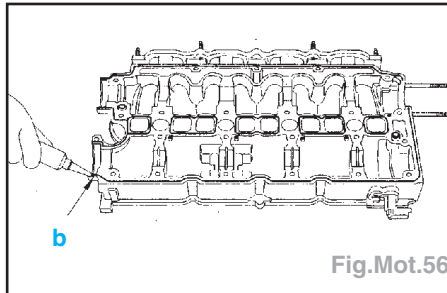

Fig.Mot.56
- Déposer un cordon de produit d'étanchéité en cordon régulier de Ø 3,5 mm environ sur le carter de chapeaux de palier d'ACT en «b» (Fig.Mot.56).
(Fig.Mot.56).